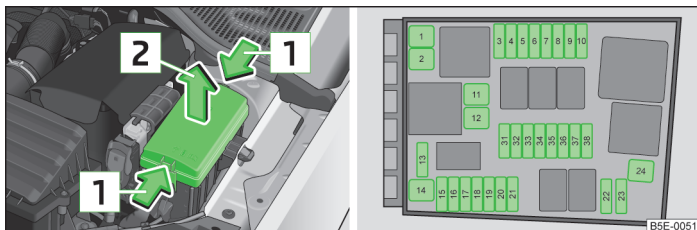

Fig. 218 Coperchio della scatola dei fusibili nel vano motore/Rappresentazione schematica della scatola dei fusibili
- Premere i tasti di blocco del coperchio contemporaneamente nella direzione indicata dalla freccia **1** » fig. 218.